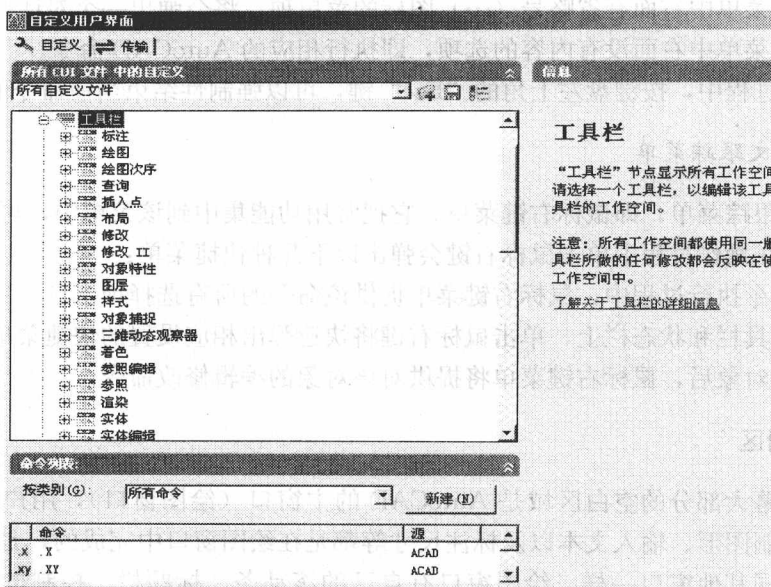

图 1.8 “自定义用户界面”对话框
2) 单击下拉菜单 “视图 (V)” → “工具栏 (O)”, 弹出如图 1.8 所示的 “自定义用户界面” 对话框, 利用该对话框, 可以根据需要创建自定义工具栏。